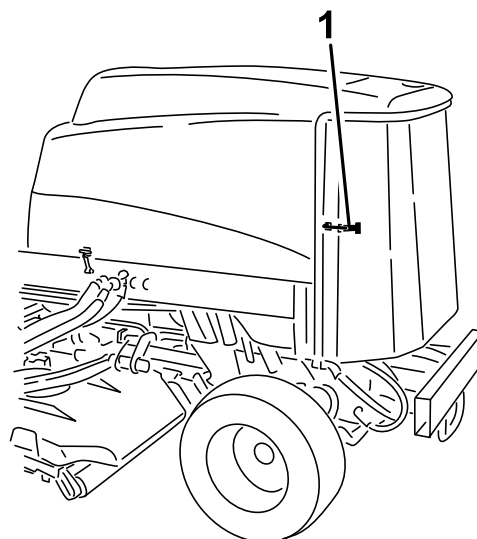

Рисунок 63
1. Откройте защелку и откиньте заднюю решетку (Рисунок 63).